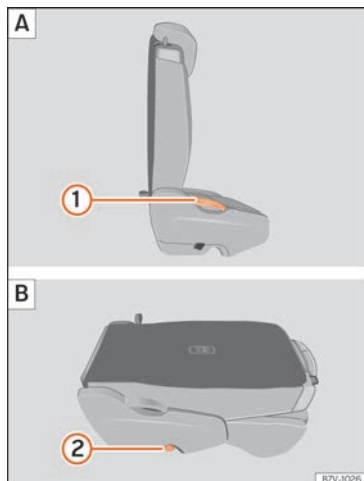

Fig. 166 Seconde rangée de sièges : rabattez le siège arrière A, siège arrière comme plancher de chargement B.
- Retirez les objets du plancher devant et derrière le siège arrière »» ❶.
- Tirez le levier »» fig. 166 ❶ vers le haut et rabattez le dossier entièrement vers l'avant. La banquette complète se rabat vers l'avant »» ❸.
- Baissez le dossier rabattu vers l'avant jusqu'à ce qu'il soit encastré en position de plancher de chargement »» fig. 166 B.
- Tirez le levier »» fig. 166 ❶ vers le haut et redressez entièrement le dossier. L'ensemble du siège se déplie vers l'arrière.